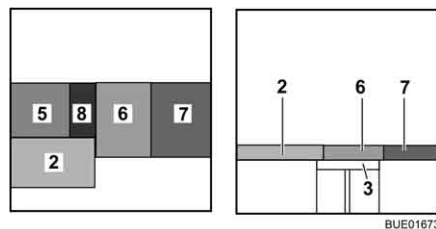

Fig. 143 Dopo la trasformazione
- Posizionare il cuscino del divano (Fig. 143,7) al centro.
- Posizionare il cuscino dello schienale (Fig. 143,6) tra il cuscino del divano e la parete.